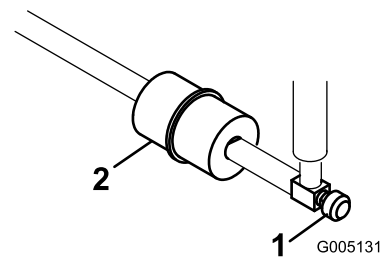

Figura 51
El tubo de combustible lleva incorporado un filtro en línea entre el depósito de combustible y el carburador (Figura 51). Cambie el filtro cada 800 horas o antes si se obstruye el flujo de combustible. Asegúrese de que la flecha del filtro apunta hacia el carburador.
1. Cierre la válvula de cierre de combustible, afloje la abrazadera en el lado del carburador del filtro y retire el tubo de combustible del filtro (Figura 51).
2. Coloque un recipiente debajo del filtro, afloje la otra abrazadera y retire el filtro (Figura 51).